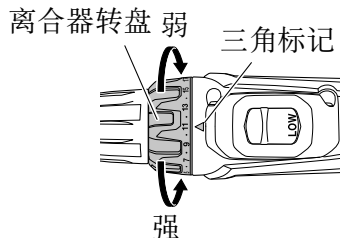

图 14
(2) 旋紧转矩的指示 (请参照图 14)
(3) 调节旋紧转矩 (请参照图 14)